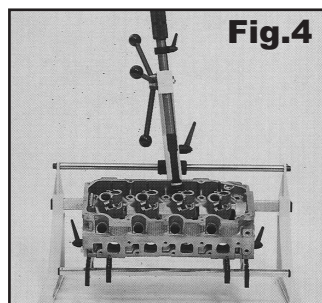

Fig.4
9. For cylinder heads with canted valves (sideways tilted angle) follow this procedure: Loose the locking knob located in the back right side of the "C" frame, and tilt it sideways until reaching the right angle. Place the pressure foot on top of the valve-retainer assembly, and make proper adjustments. Then lock the frame in position with the knob, and proceed with the disassembly / assembly operation (fig. 4)
9. En culatas (cabezas) con valvulas inclinadas lateralmente, siga el siguiente procedimiento: Desapriete el seguro localizado en la parte trasera derecha del soporte en forma de "C", e incline el soporte principal lateralmente hasta alcanzar el ángulo apropiado, applique presión sobre la válvula para asegurar alineación, y aga los ajustes necesarios. Luego asegure nuevamente el seguro lateral, y proceda con el armado / desarmado de dicha pieza. (fig. 4).